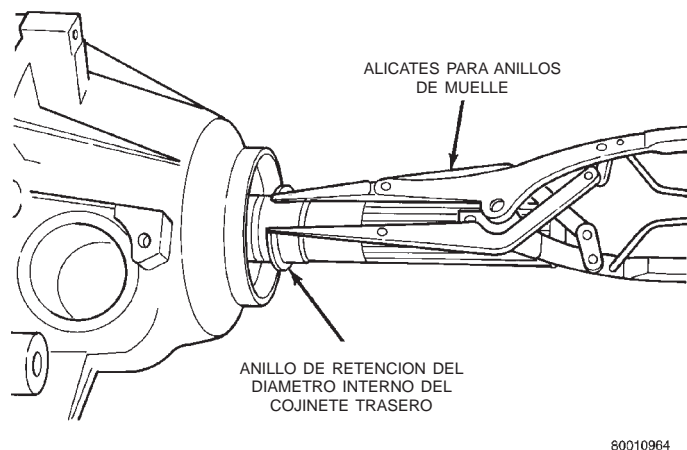
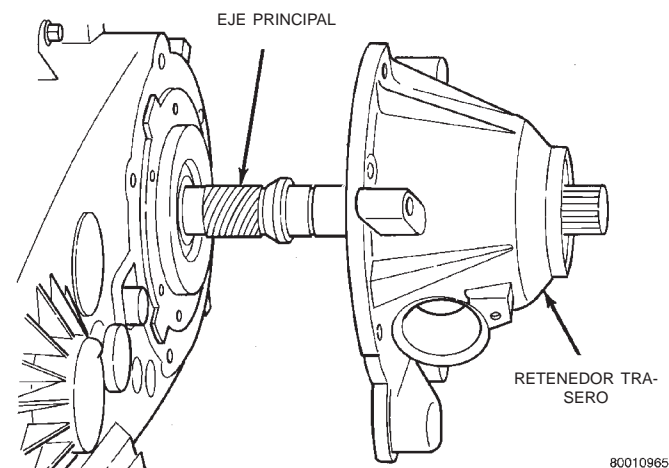

Fig. 11 Anillo de retención del collarín trasero del eje transmisor
Fig. 12 Desmontaje del retenedor trasero
(7) Retire el anillo de retención del diámetro interno del cojinete del eje transmisor trasero (Fig. 11).
(8) Retire los pernos que fijan el retenedor trasero a la mitad de la caja trasera.
(9) Golpee suavemente el retenedor con un martillo de cuero crudo o goma para aflojar el reborde de sellante.
(10) Retire el retenedor trasero de la mitad de la caja trasera (Fig. 12).